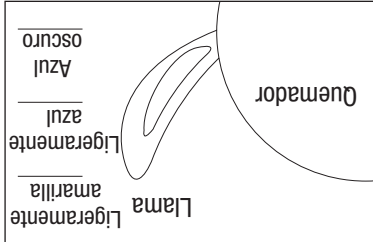

Figura 7
3. Todas las perillas tienen que estar en la posición "OFF" (apagado). Vea la Figura 7.